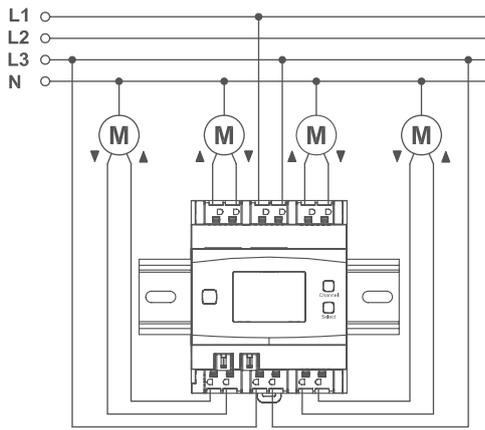

Abbildung 4
- Verdrahten Sie das Gerät gemäß den Anschlusszeichnungen in „Abbildung 4“ auf Seite 8